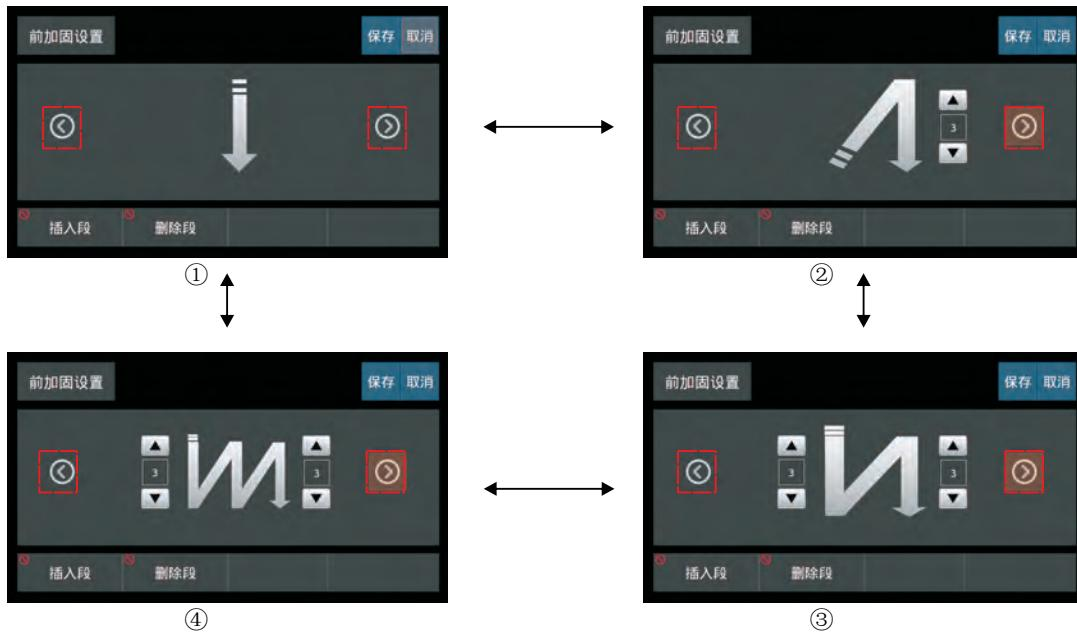

图2-4 前回针模式切换
轻触设置界面下的①②③④图案，前加固样式如图2-4循环切换。其中，图①花样为无加固、图②花样为单段加固、图③花样为两段加固、图④花样为四段加固。选定加固图案上的数字，再单击或长按右侧↑↓图标，修改加固线迹的针数。